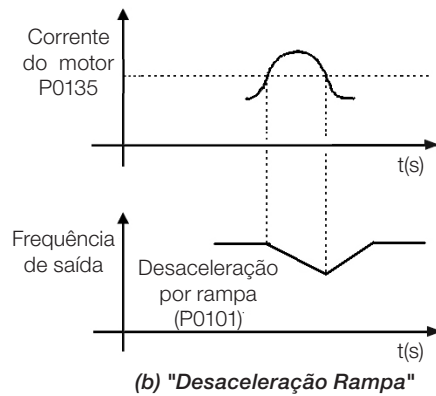

Figura 11.6: (a) e (b) Modos de atuação da Limitação de Corrente via P0135
- Atuação: se a corrente do motor ultrapassar o valor ajustado em P0135 durante a aceleração ou desaceleração, a velocidade não será incrementada (aceleração) ou decrementada (desaceleração). Quando a corrente do motor atingir um valor abaixo de P0135 o motor volta a acelerar ou desacelerar. Consulte a Figura 11.6 na página 11-8.
- Atuação: se a corrente do motor ultrapassar o valor ajustado em P0135 força-se um valor nulo para a entrada da rampa de velocidade forçando a desaceleração do motor. Quando a corrente do motor atingir um valor abaixo de P0135 o motor volta a acelerar. Consulte a Figura 11.6 na página 11-8.
Nível de corrente para ativar a limitação de corrente para os modos Hold de Rampa e Desacelera Rampa, conforme Figura 11.6 na página 11-8, respectivamente.